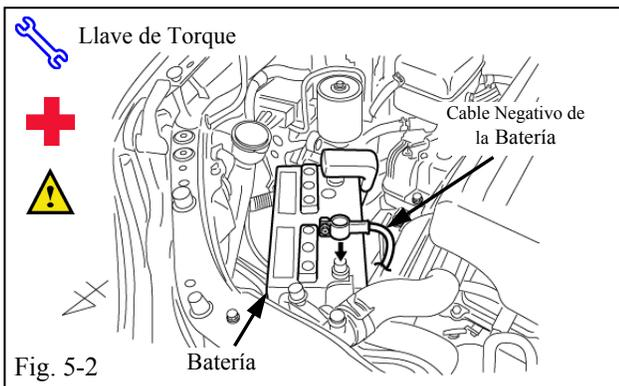

Fig. 5-2
- (c) Coloque el Cable Negativo de la Batería en su posición original de fábrica. (Fig. 5-2)
(1) Apriete la tuerca a 36 in•lbf (4.07 N•m).